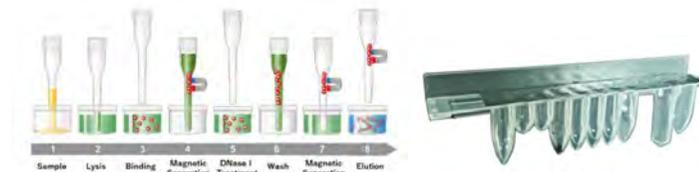

Figura 1-6. ELITE InGenius. Contenedor de extracción SP RNA y principio de extracción
- El juego de reactivos está optimizado para el aislamiento de ácidos nucleicos a partir de muestras de 0,2 mL (consulte la Figura 1-6, ELITE InGenius. Contenedor de extracción SP RNA y principio de extracción).